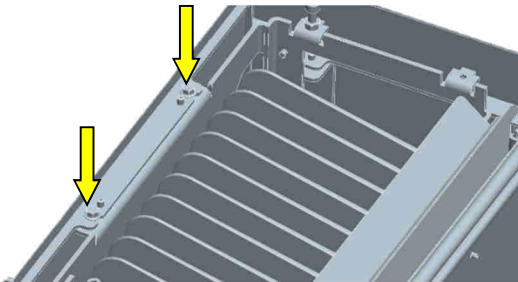

Abb. 9: Befestigungsschrauben obere Frontblende lösen
1. Die zwei Befestigungsschrauben (Abb. 9; M5, Außensechskant) der oberen Frontblende lösen, jedoch nicht entfernen.